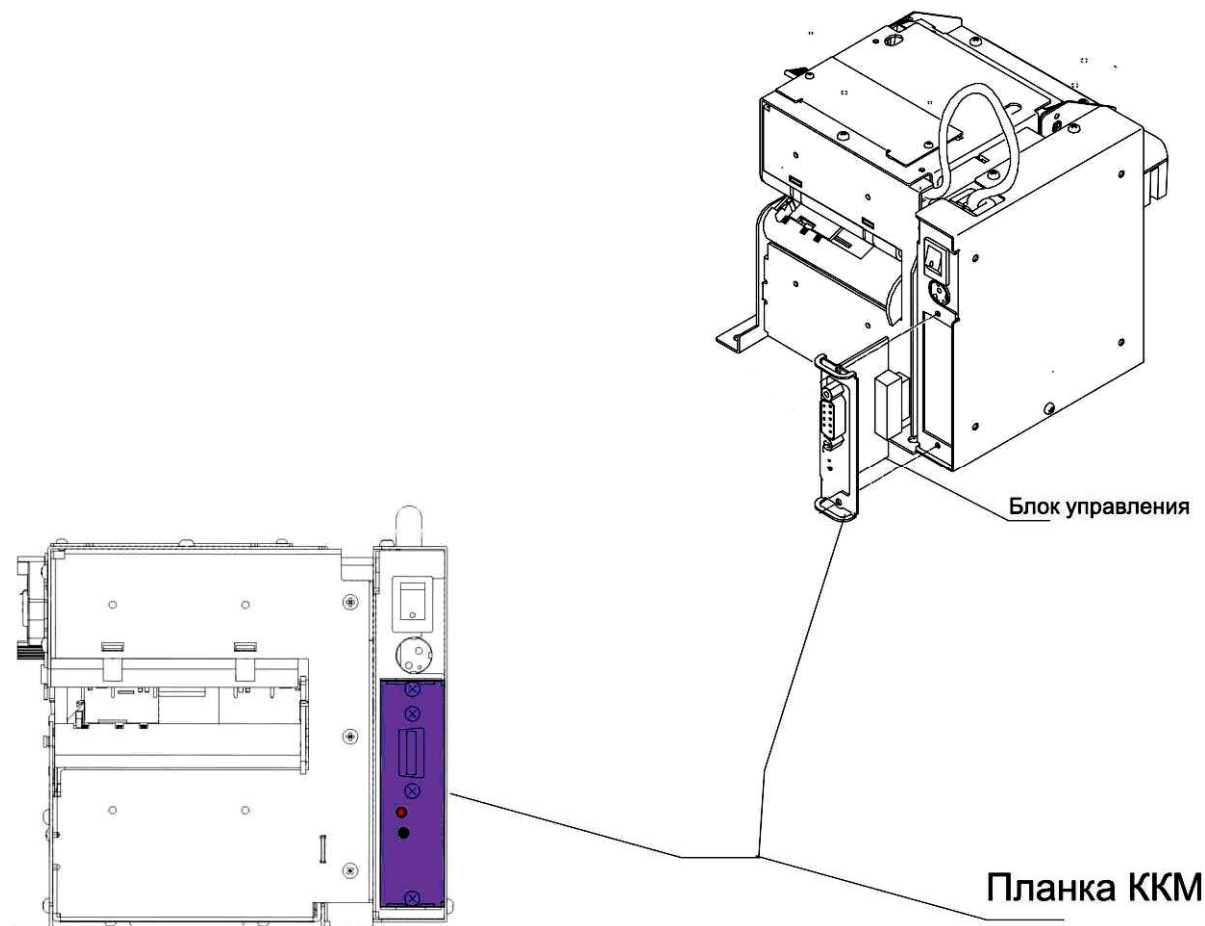

Рисунок 15 – Установка БУ в принтер.
- 3.2. Установите блок управления (далее - БУ) в принтер. Установите планку на БУ. Для этого сначала необходимо раскрутить крепёж разъёма RS-2323, а затем (после установки планки) закрутить крепёж разъёма. Закрепите планку двумя болтами (см. рис. 15).